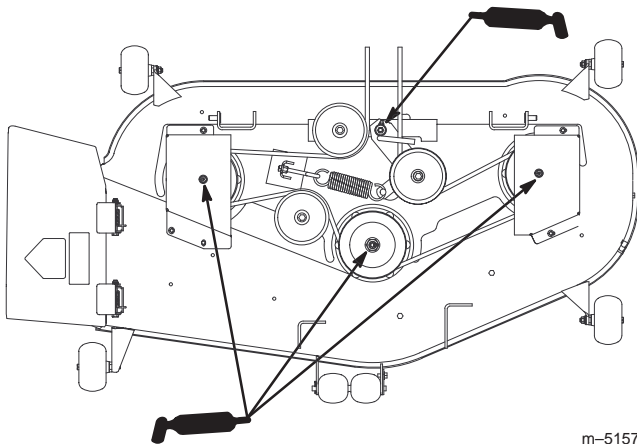

Bild 31
2. Fetten Sie die Schmiernippel an den drei Spindellagern ein (Bild 31).
3. Fetten Sie das Spannscheibengelenk (Bild 31).